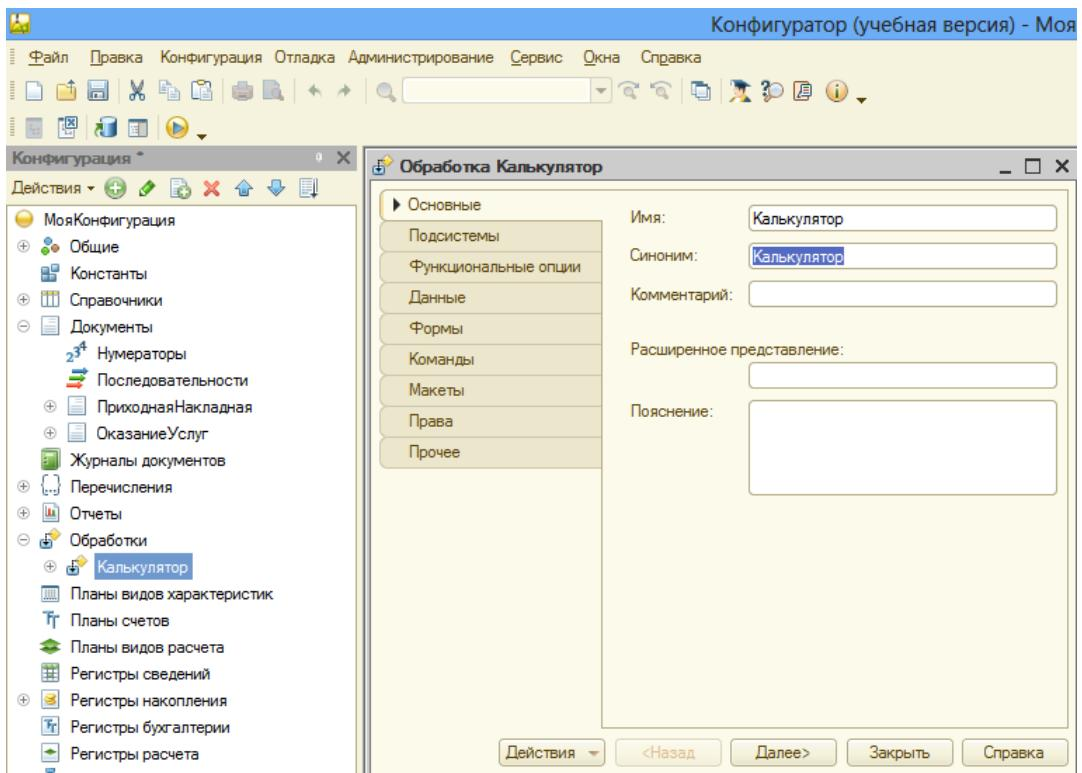

Рисунок 125 Создание внутренней обработки
1. Добавьте новую внутреннюю обработку с помощью контекстного меню. Укажите имя, синоним и расширенное представление (рис. 125).